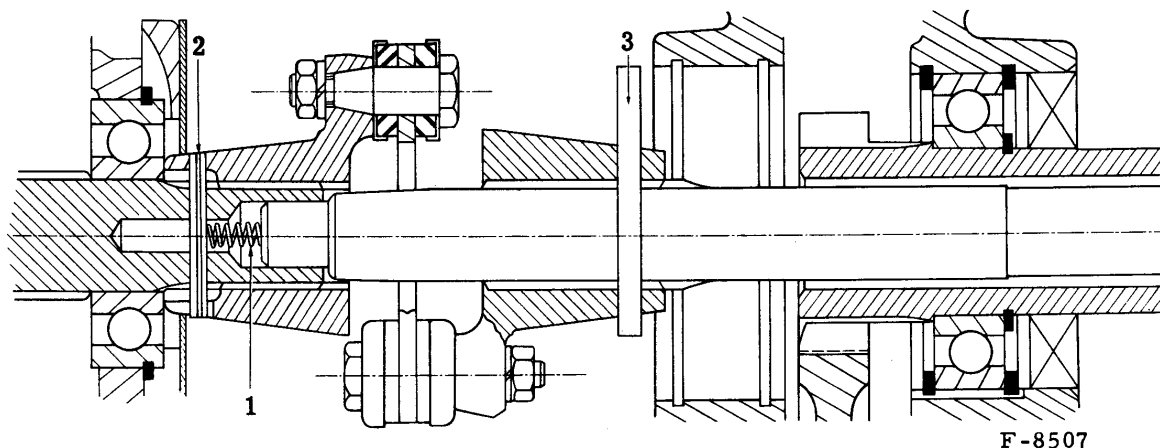

Fig. 65. — Manchon d'accouplement et ressort.
- Dans le logement de l'arbre primaire pour l'arbre d'embrayage, introduisez le ressort amortisseur (1) de façon à ce qu'il vienne en butée sur la goupille Mécanindus (2) (figure 65).
- Fixez sa position en l'immobilisant à l'aide d'une broche (3) passée dans les trous correspondants du manchon et de l'arbre de transmission. Cette broche sera enlevée après l'accouplement du carter d'embrayage au moteur. Elle est nécessaire pour la mise en place de l'arbre d'embrayage dans le roulement situé dans le volant.